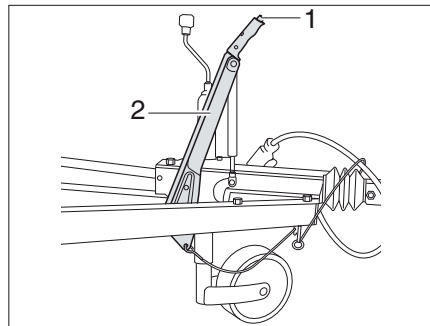

Fig. 15 Variante: Frein à main
- Pour desserrer, appuyer sur le bouton de sûreté (Fig. 15,1) et abaisser le levier de frein (Fig. 15,2).